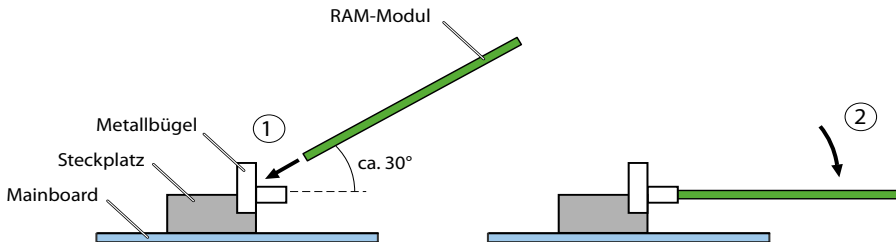

Fig. 72 RAM-Modul wechseln
4. Setzen Sie das Modul leicht schräg in den Steckplatz ein (siehe Fig. 72).